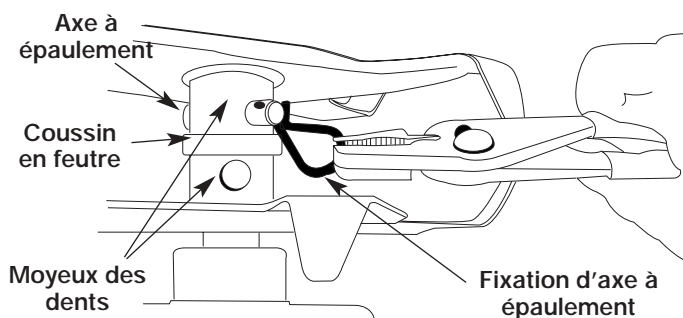

Figure 19
1. Mettez la commande Marche/Arrêt Stop en position **ARRÊT (O)**. Positionnez et déconnectez le câble de la bougie.
2. Retirez les axes à épaulement et leurs fixations (Fig. 19).